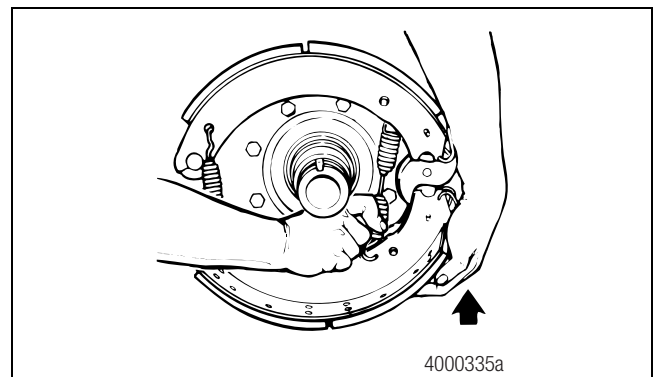

Figura 3.4
3. Levante la zapata inferior para liberar la tensión del resorte de retorno de la zapata del freno. Figura 3.4.